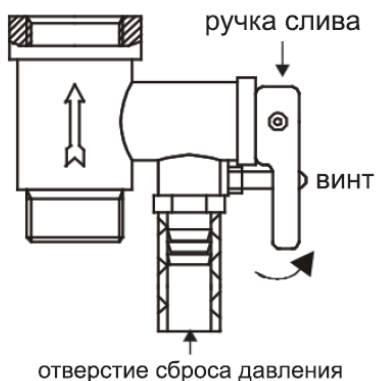

Рисунок 6
6. Чтобы слить воду из внутреннего резервуара необходимо, воспользоваться предохранительным клапаном: открутить винт ручки слива предохранительного клапана и перевести ручку слива в верхнее положение, при этом кран выхода горячей воды должен быть открыт, а кран подачи холодной воды в водонагреватель должен быть перекрыт (см. рисунок 6). Из отверстия сброса давления предохранительного клапана потечет вода. Никогда не сливайте воду, если ее температура выше 50°C, т. к. это может привести к ожогам.